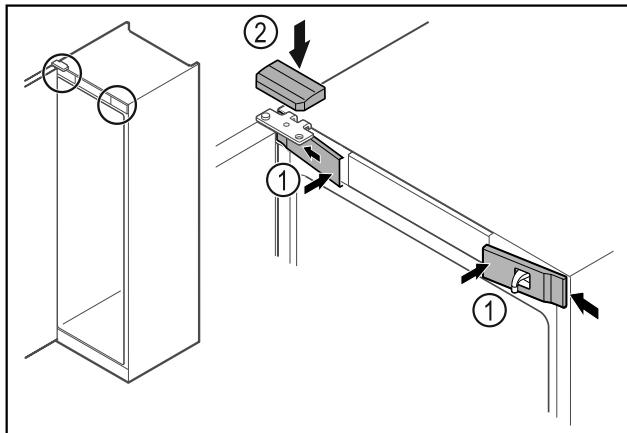

Fig. 47
- ▶ Bočno zakvačite prednje poklopce Fig. 47 (1) i uglavite ih.
- ▶ Uglavite gornji poklopac Fig. 47 (2) odozgo.